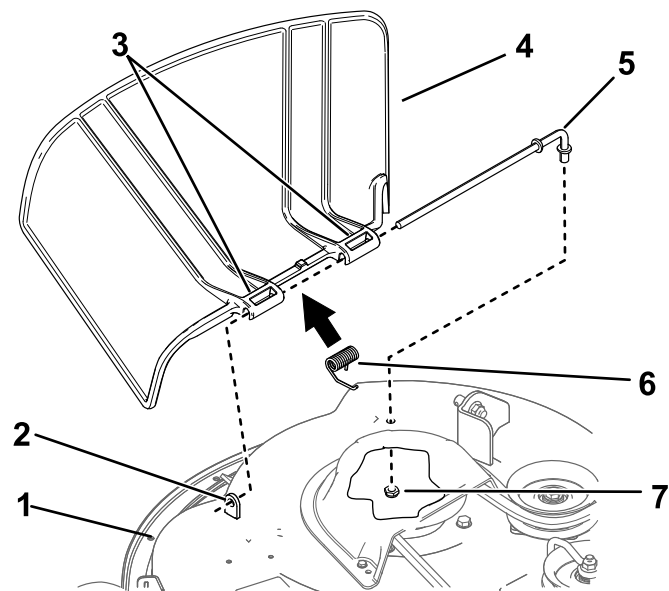

Figura 69
- Retire la tuerca ( $\frac{3}{8}$ " ) de la varilla (debajo del cortacésped) (Figura 69).
- Retire la varilla del espaciador corto, del muelle y del deflector de hierba (Figura 69).
- Instale el deflector de hierba nuevo (Figura 69).
- Deslice la varilla por el segundo pivote del deflector de hierba (Figura 69).
- Sujete el extremo trasero de la varilla al cortacésped con una tuerca ( $\frac{3}{8}$ " ), según se muestra en Figura 69.